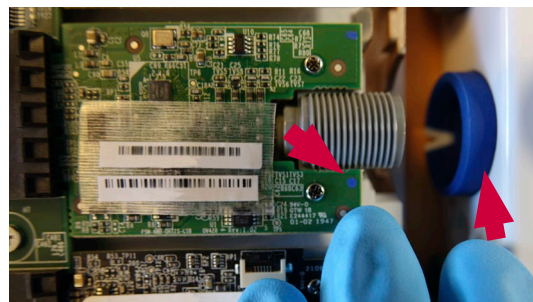

図24 VDIボードの色表示は、カラーリングと一致する必要がある
- f) カラーリングがVDIボードの表示と同じ色であることを確認してください(図24)
背面ケースを再度取り付ける場合、VDIボードの色の付いたスポット(図24)が配置されているカラーリングの色と一致していることを確認してください。